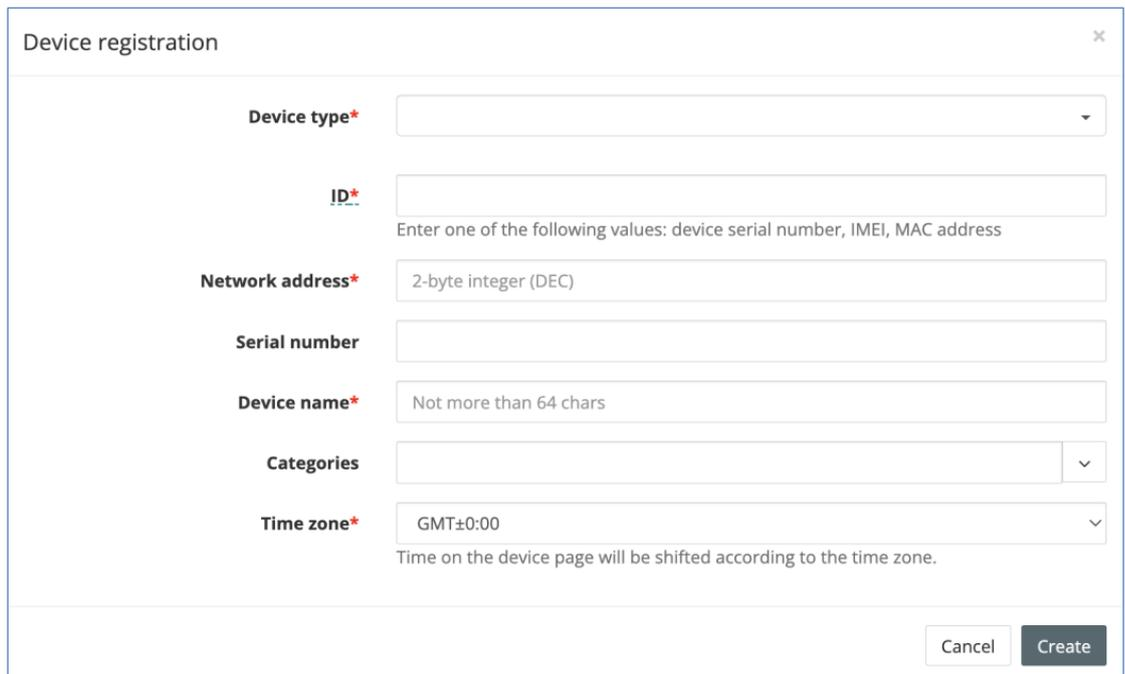

Abb. 14.5
- 2.3. Öffnen Sie auf der Seite **Administration** das Register **Devices** und klicken Sie auf die Schaltfläche **Add device** (Gerät hinzufügen). Das Fenster wird geöffnet (Abb. 14.5).